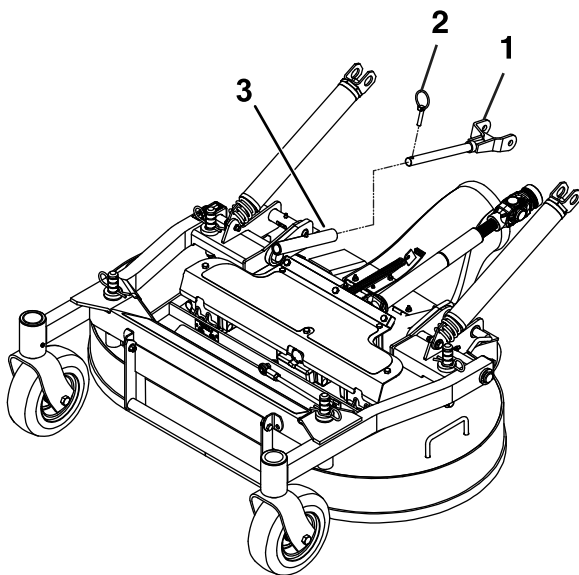

Figure 79
7. Retirez les goupilles à anneau à l'avant des bras de poussée, de chaque côté de la machine (Figure 79).
7. Fixez les bras de poussée sur les côtés gauche et droit de la machine avec les goupilles à anneau (Figure 79).